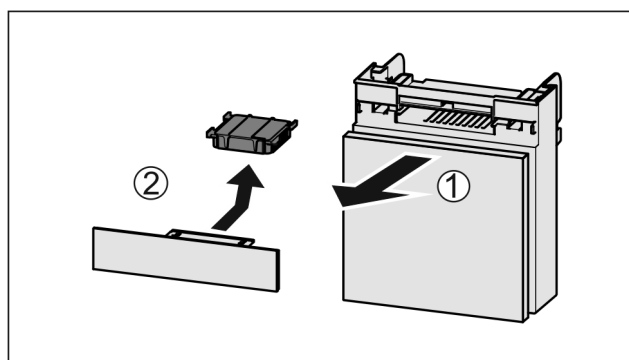

Fig. 56
- ▶ Træk rummet fremad Fig. 56 (1).
- ▶ Tag aktivkulfilteret Fig. 56 (2) ud.